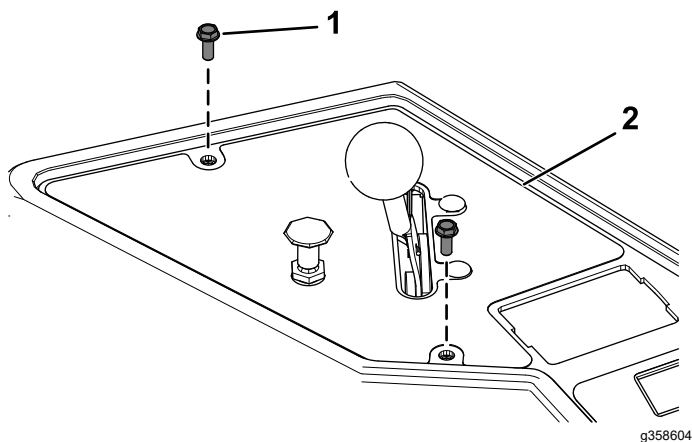

Figura 19
1. Rimuovete le 2 viti che fissano il pannello di controllo, e sollevate il pannello di controllo dalla console (Figura 19).
6. Fissate il pannello di controllo alla console utilizzando le 2 viti rimosse in precedenza (Figura 19).